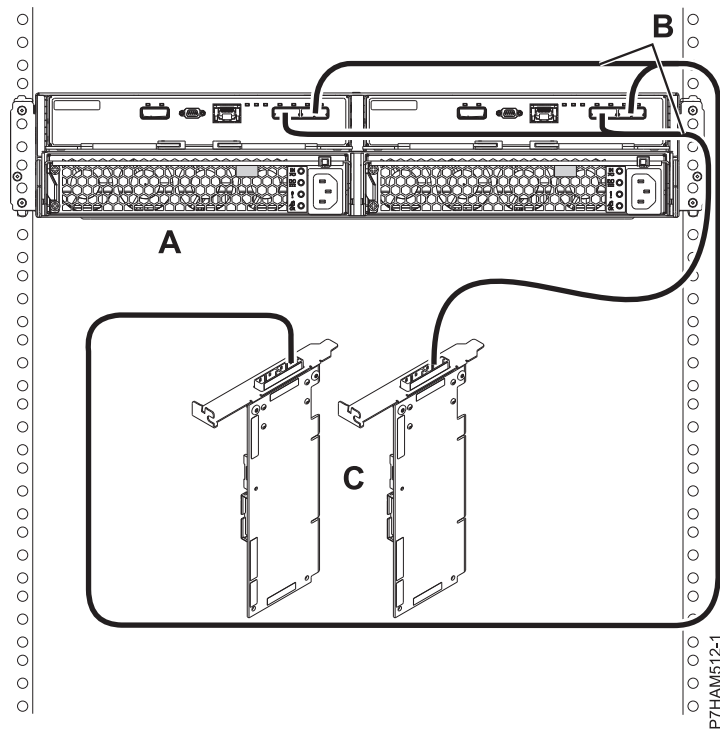

図 14. 1 対の SAS アダプター・ペアへの YO ケーブルを使用した、1 台の 5887 ディスク・ドライブ・エンクロージャー のモード 1 接続
14. 1 対の SAS アダプター・ペア (C) への YO ケーブル (B) を使用した、1 台の 5887 ディスク・ドライブ・エンクロージャー ディスク・ドライブ・エンクロージャー (A) のモード 1 接続を行います。17 ページの図 14を参照してください。